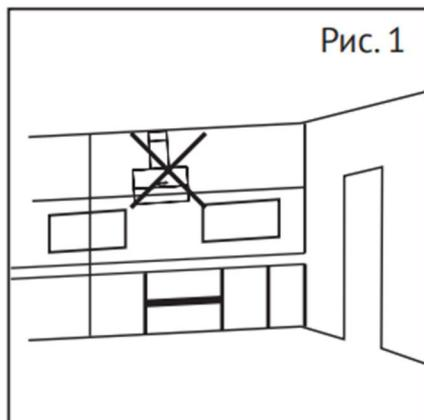

Рис. 1
1. Не устанавливайте вытяжку в помещениях с большим количеством окон и дверей; это отрицательно влияет на эффективность работы из-за воздушной конвекции (Рис. 1).